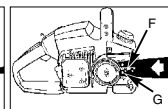

Abb. 3E
4. Legen Sie das gekerbte Ende der Leitschiene über die 2 Schienenbolzen (F). Richten Sie die Schiene so aus, dass die JUSTIERANGEL in das Loch (G) in der Leitschiene passt (Abb. 3E).